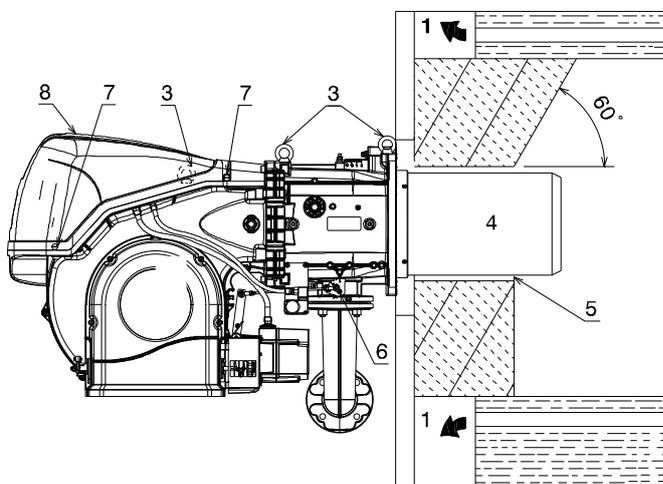

Fig. 13
Per le caldaie con giro dei fumi anteriore 1)(Fig. 13), o con camera ad inversione di fiamma, eseguire una protezione in materiale refrattario 5), tra refrattario caldaia 2) e imbuto fiamma 4).
Per le caldaie con il frontale raffreddato ad acqua non è necessario il rivestimento refrattario 2)-5)(Fig. 13), se non vi è espressa richiesta del costruttore della caldaia.
Predisporre un adeguato sistema di sollevamento agganciandosi agli anelli 3)(Fig. 13).
- Infilare la protezione termica data a corredo sul boccaglio 4)(Fig. 13).